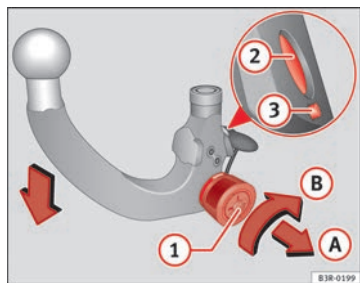

Fig. 170 Dispositivo desmontable para remolque: Pretensar la rótula
- Introduzca la llave **(1)** ⇒ fig. 170 en la cerradura de la rueda moleteada y gírela en dirección a la marca roja.